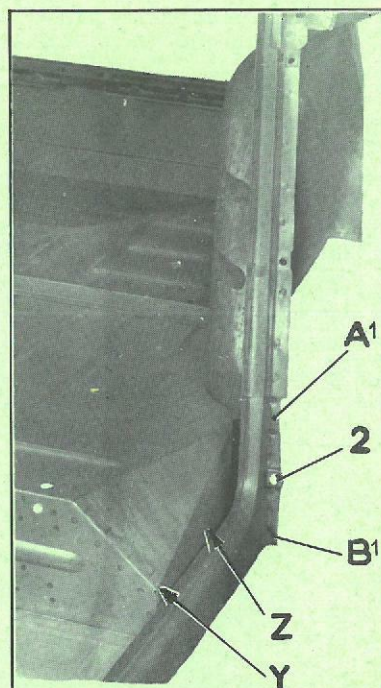

Fig. 8
- YZ (fig. 8)
- A1, B1 (fig. 8 et 9)
12. Souder le pontet de fixation d'aile AR, 2 (fig. 8).